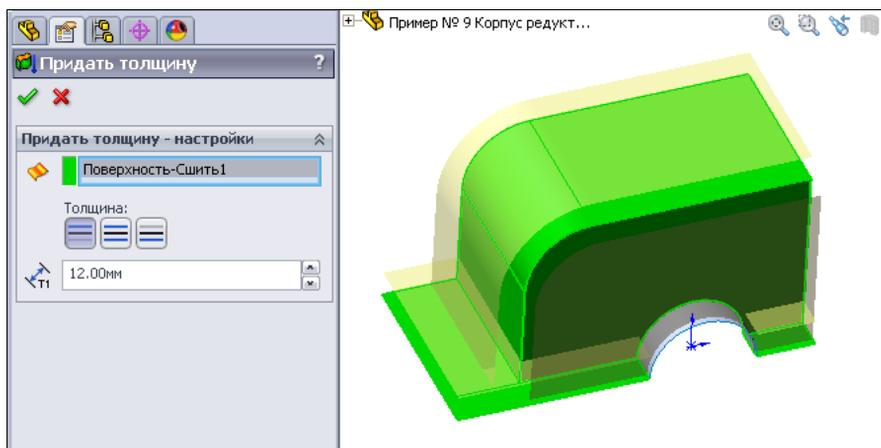

Рис. 2.110
19. Оформим твердое тело на основе созданных поверхностей командой  — **Придать толщину...** В разделе **Придать толщину поверхности** укажем утолщаемую поверхность — **Поверхность-Сшить1**, а в разделе **Толщина** зададим значение толщины — 12 мм (рис. 2.110).